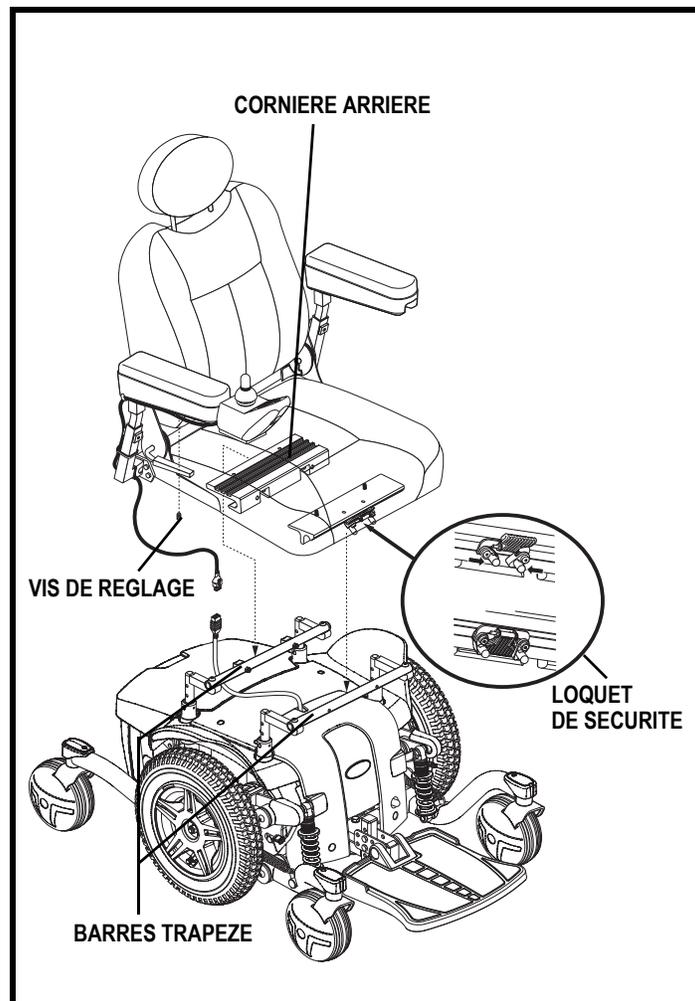

Figure 11. Système de montage universel
Il se peut que vous ayez à installer le siège avant la première utilisation ou après avoir transporté votre fauteuil motorisé. La plupart des sièges sont fixés à la base à l'aide du «Système de Montage Universel» (SMU). Le système de montage universel (SMU) est composé de pièces compatibles au siège à dossier moyen ou à dossier haut sans égard à la largeur ou à la profondeur du siège. Les composants principaux sont deux cornières en aluminium montées sous le siège. Les deux pièces principales sont des cornières d'aluminium montées sur la base du siège. Celles-ci se fixent sur la paire de barres trapèze fixées sur la base motorisé. **Voir la figure 11.**
1. Inclinez le siège vers l'arrière et glissez la cornière arrière sur la barre trapèze arrière. **Voir la figure 11.**
4. Installez le contrôleur sur l'un des accoudoirs. **Voir la figure 11.**
15. Relevez l'accoudoir à la verticale et passez le câble du contrôleur en prenant soin d'éviter que celui-ci ne puisse être pincé par la charnière du siège. **Voir la figure 11.**
7. Relevez l'accoudoir à la verticale et passez le câble du contrôleur en prenant soin d'éviter que celui-ci ne puisse être pincé par la charnière du siège. **Voir la figure 11.**